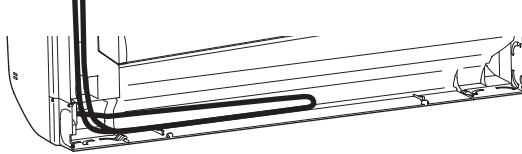

Fig. 13
13) Führen Sie das mit CN105 verbundene Kabel und das Stromversorgungskabel zur Rückseite des Innengeräts. (Fig. 13)